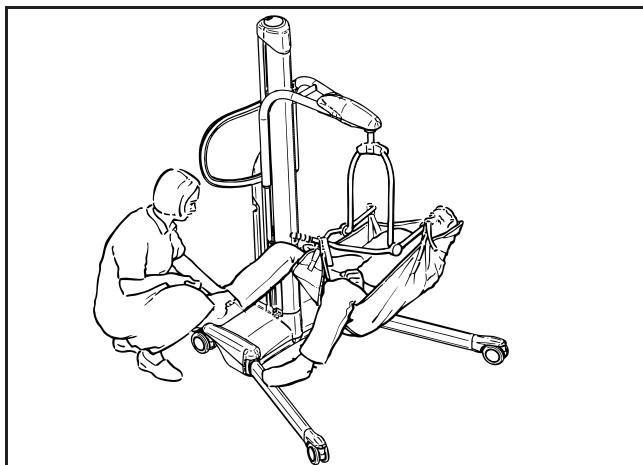

Рис. 35
Если подъемник оборудован крановой балкой с автоматической системой динамического позиционирования (DPS) (см. рис. 35), использование крановой балки этого типа, включая размещение стропы под телом пациента, крепление стропы к крановой балке и обращение с пациентом, аналогично использованию крановой балки с механической системой DPS, описанному выше.
**ПРЕДУПРЕЖДЕНИЕ!** Перед использованием подъемника, оборудованного крановой балкой с автоматической системой DPS, ознакомьтесь с его различными элементами, как показано на рис. 35. Внимательно прочтите и примите к сведению эти инструкции по эксплуатации, чтобы избежать ошибок, которые могут привести к травме.